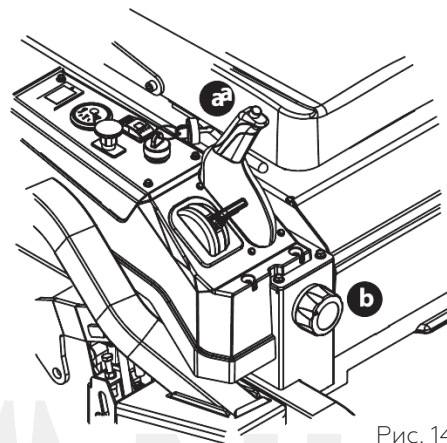

Рис. 14
3. Переведите педаль хода в положение нейтрали, потяните рычаг включения стояночного тормоза (a) в крайнее верхнее положение и убедитесь, что рукоятка перепускного клапана трансмиссии (b) находится в рабочем положении (рис. 14).